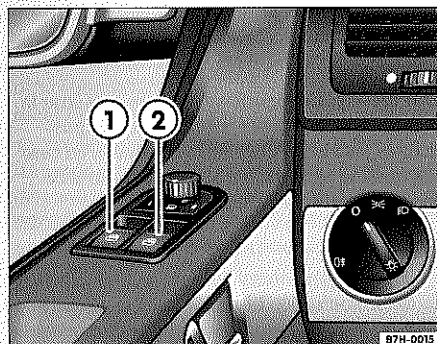

Fig. 27 Puerta del conductor: mandos para las ventanillas laterales
- Oprima la tecla ⇒ fig. 27 ① o ② para abrir la ventanilla correspondiente.
- Levante la tecla ① o ② para cerrar la ventanilla ⇒ .
- Levante brevemente la tecla ⇒ página 40, fig. 27 de la ventanilla correspondiente hasta el segundo nivel. La ventanilla se cierra completamente.
Las teclas ⇒ página 40, fig. 27 ① y ② tienen dos posiciones para la apertura de las ventanillas y otras dos para el cierre. De este modo es más fácil controlar las operaciones de apertura y cierre.